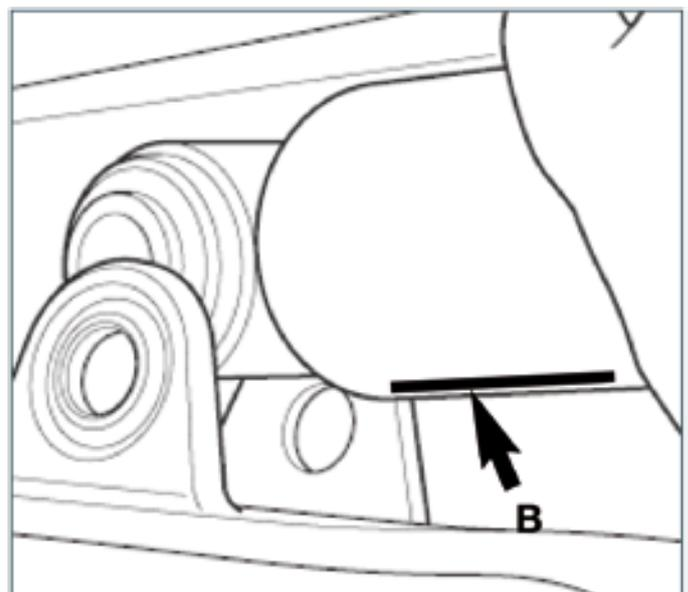

Abb. 4.16
2. Drehen Sie den Stoßdämpfer und ziehen Sie ihn langsam in die Länge, bis die obere Öse mit den Befestigungsbohrungen des Bügels des Längslenkers ausgerichtet ist (Abb. 4.16). Montieren Sie die untere Befestigungsschraube, die Unterlegscheibe und eine neue Mutter.
ANMERKUNG: Achten Sie bei Koni-Stoßdämpfern darauf, dass die Streifenmarkierung **B** auf der Unterseite ist (Abb. 4.16).